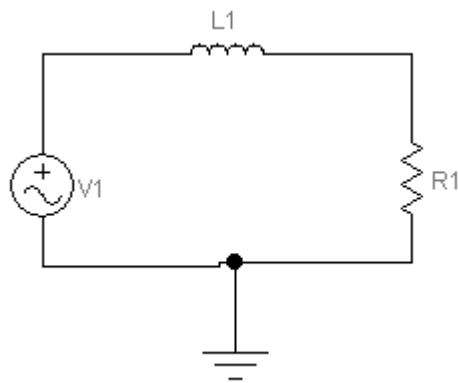

Рис. 33. Схема електричного кола
2.1.2. Перенесіть необхідні елементи на робочу область Electronics Workbench. Приклад виконання схеми показаний на рис.33.